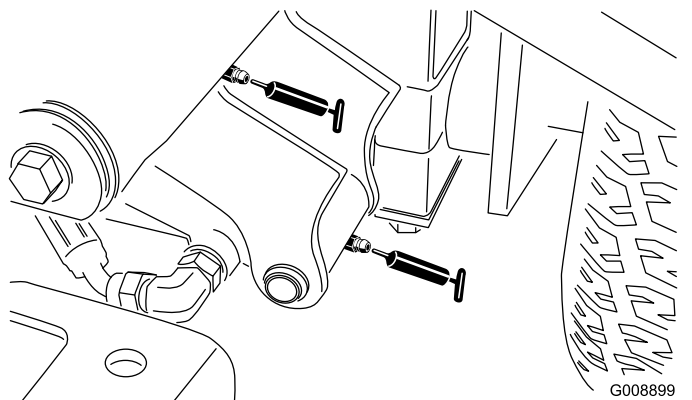

図 50
- 左前昇降アームのピボット昇降シリンダ2ヶ所 **図 50**